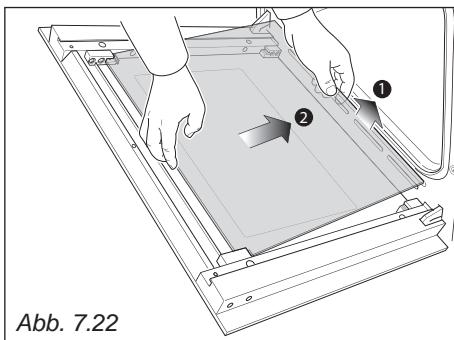

Abb. 7.22
- Heben Sie das Glassegment dann an (Pfeil 1 in Abb. 7.22) und ziehen Sie es vorsichtig aus den oberen Halteklemmern heraus (Pfeil 2 in Abb. 7.22).